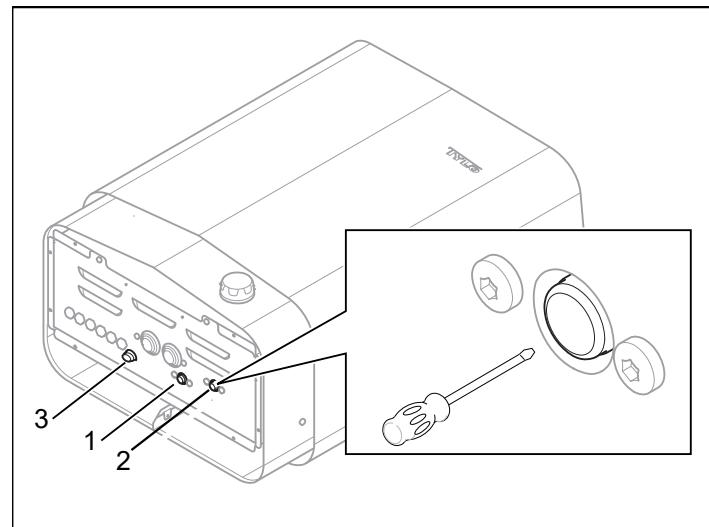

Fig 9: Återställning av temperaturskyddet samt placering av glas-säkring
- **Vattentank** - Temperaturskyddet i vattentanken är till för att skydda rörelementet vid torrkokning. På aggregatets undersida finns en röd återställningsknapp som skall tryckas in (se Fig 9). Om skyddet har löst ut så känns knappen stum och ett "klick" hörs vid återställning. Har inte skyddet löst ut samt efter återställning så fjädrar knappen.
- **Aggregat** - Temperaturskyddet i aggregatet är till för att skydda komponenter, rörelement samt trävirke i bastun från överhetning. På aggregatets undersida finns en röd återställningsknapp som skall tryckas in (se Fig 9). Om skyddet har löst ut så känns knappen stum och ett "klick" hörs vid återställning. Har inte skyddet löst ut samt efter återställning så fjädrar knappen.